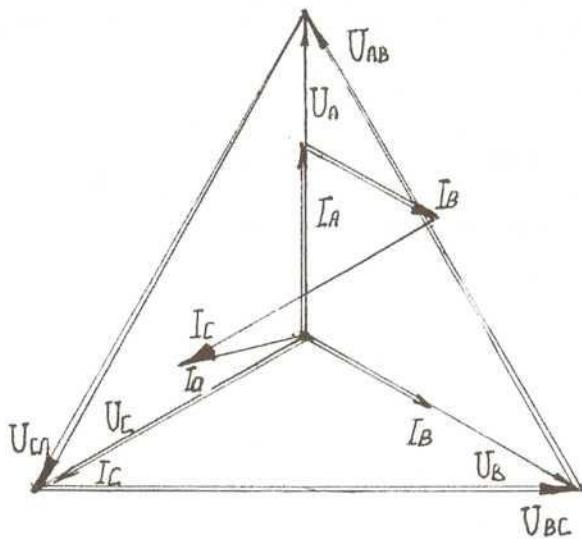

Рис.22
6) Построение векторной диаграммы (рис.22).